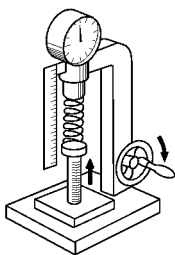

图 1-47 用弹簧测试器测量弹簧张力
3) 使用弹簧测试器，测量每个弹簧在规定安装长度下的张力，如图 1-47 所示。